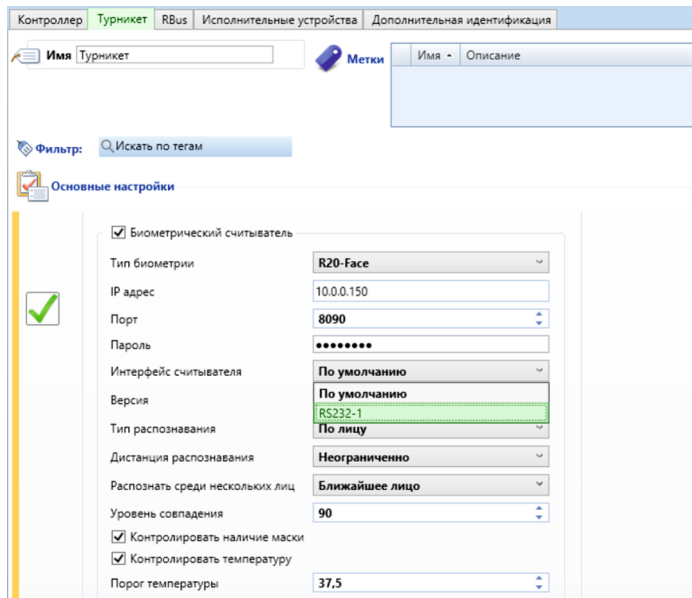

Рис. 16. Настройка терминала, подключенного к конкретному контроллеру
1. Через кнопку «Редактировать» поставьте флажок у пункта «Биометрический считыватель» и укажите IP-адрес терминала, подключенного к этому контроллеру (рис. 16).